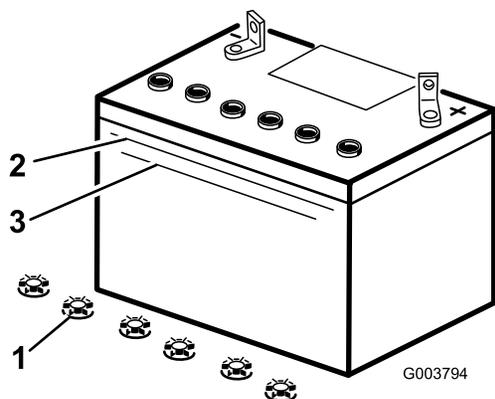

Рисунок 36
Upper (Верхний) (Рисунок 36). Следите за тем, чтобы уровень электролита опустился ниже линии Lower (Нижний) (Рисунок 36).
6. Снимите крышки заливных горловин аккумулятора (Рисунок 36).
7. Медленно залейте дистиллированную воду во все банки аккумулятора до тех пор, пока уровень электролита не дойдет до линии Upper (Рисунок 36) на корпусе аккумулятора.
8. После заполнения банок аккумулятора подождите пять или десять минут. В случае необходимости добавьте дистиллированную воду, пока уровень электролита не дойдет до линии Upper (Рисунок 36) на корпусе аккумулятора.